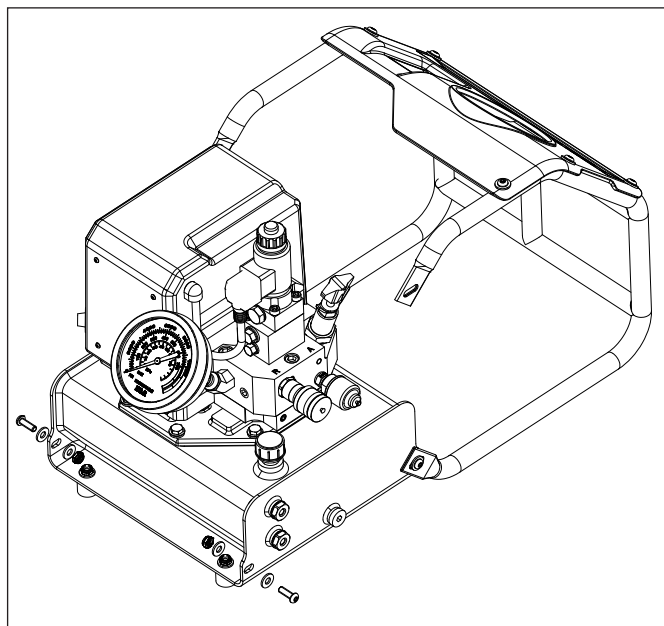

図7: 容器の清掃
3. ロールケージを容器に取り付けている2本のねじ、ワッシャー、ナットを取り外します。残りの2組の取り付けねじを緩めます。図のようにロールケージを回転させます。図7を参照してください。